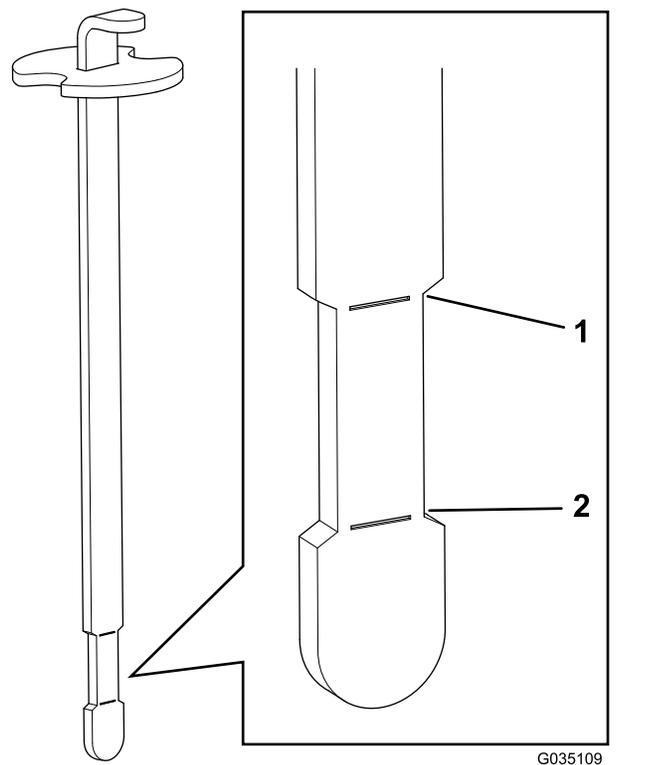

Figura 17
**Nota:** O nível de fluido deve situar-se entre as marcas superior e inferior (área assinalada) da vareta (Figura 17).